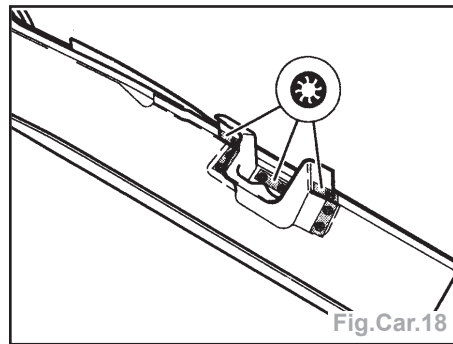

Fig.Car.18
- Retirer la section de longeron de l'équerre de redressement et souder la pièce partielle de traverse par bouchonnage sous gaz de protection (Fig.Car.18).